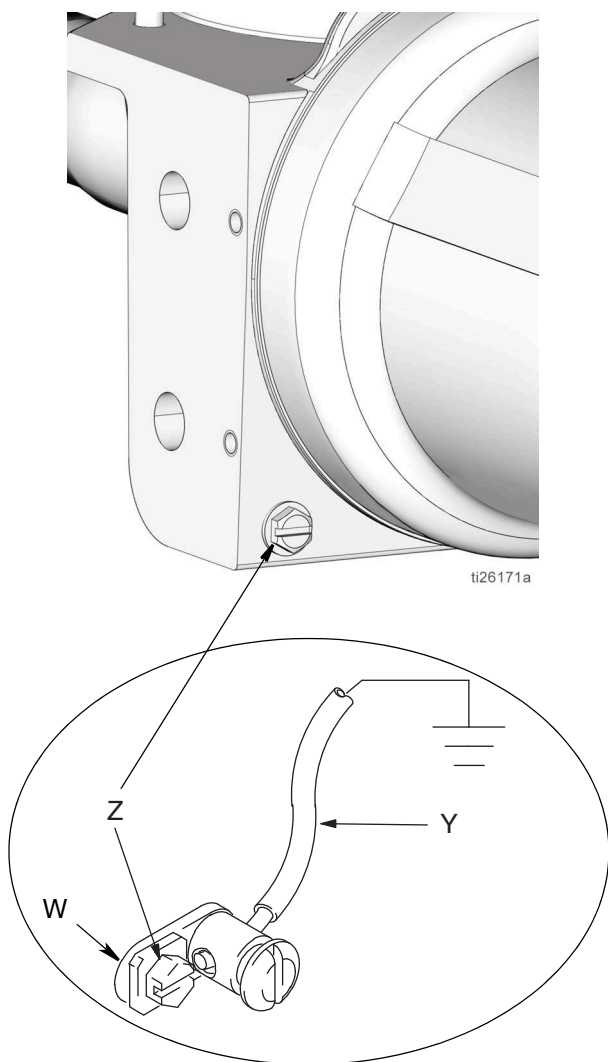

FIG. 2
Para conectar a tierra la bomba: Quite el tornillo de conexión a tierra (Z) que se encuentra en la parte de atrás de la base de la bomba e insértelo por el ojo del terminal del anillo (W) del extremo del cable de conexión a tierra (Y). Ajuste el tornillo de conexión a tierra (Z) en la bomba y apriételo firmemente. Conecte el otro extremo del cable de conexión de tierra a una tierra verdadera. Consulte FIG. 2.